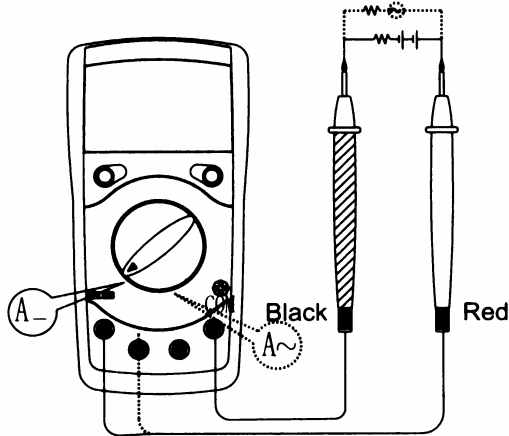

Рис. 4
С. Измерение постоянного тока (рис.4)
D. Измерение переменного тока (рис.4 пунктирная линия)